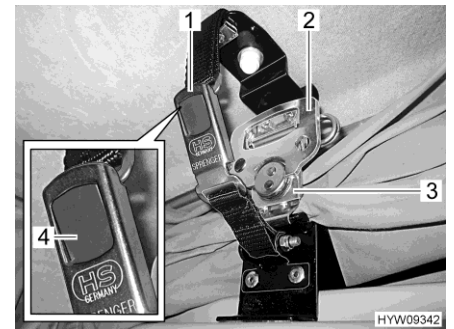

Fig. 56 Verrouillage (toit relevable)
- Ouvrir la houssette (Fig. 56,1) des deux côtés. Appuyer pour ce faire sur le bouton-poussoir gris (Fig. 56,4).
- Déplier la poignée (Fig. 56,2) du tendeur rapide (Fig. 56,3) et la tourner d'un demi tour dans le sens inverse des aiguilles d'une montre. Le dispositif de verrouillage est alors débloqué.